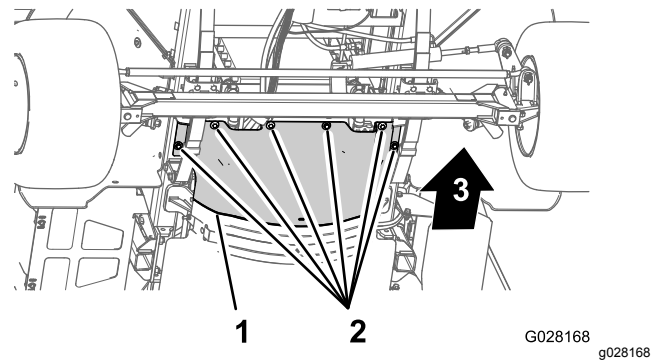

図 41
4. 前側防熱シールドをシャーシに固定しているソケットヘッドボルト6本とワッシャ6枚を外してシールドを取り外す 図 41。